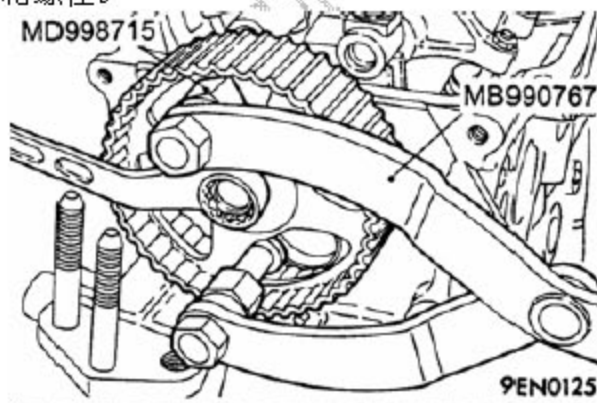

图 3-7
A). 使用图 3-7 所示的专用工具将凸轮轴链轮锁定在相应的位置。